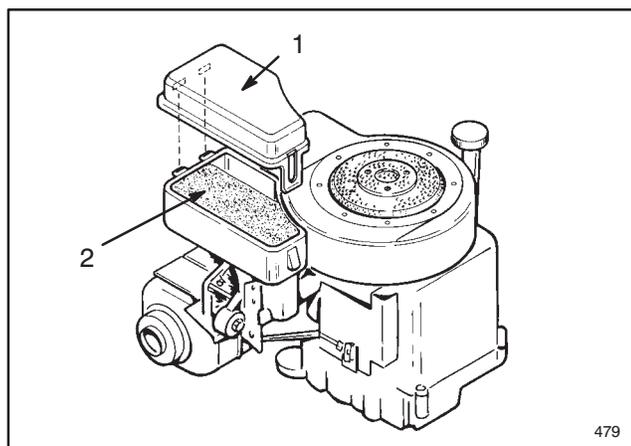

Abbildung 9
2. Die Luftfilterabdeckung lösen und vom Vergaser heben (Abb. 9).
3. Das Schaumelement entfernen (Abb. 9). Das Element auf Schmutz und Verfärbung untersuchen und bei Bedarf reinigen.